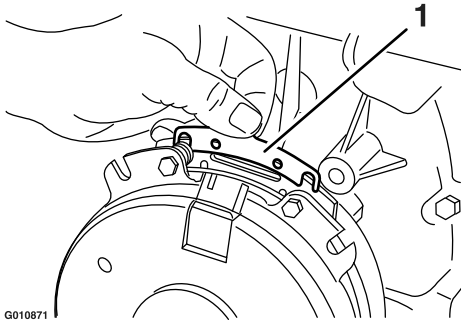

Figure 85
- B. A l'aide d'une pince à becs longs ou avec les doigts, saisissez la languette et déposez la cale (Figure 85).
Enlevez l'herbe, les saletés et autres débris éventuellement accumulés sur la grille du moteur. Cela permet d'assurer un refroidissement et un régime moteur corrects, et réduit les risques de surchauffe et de dommages mécaniques du moteur (Figure 85).